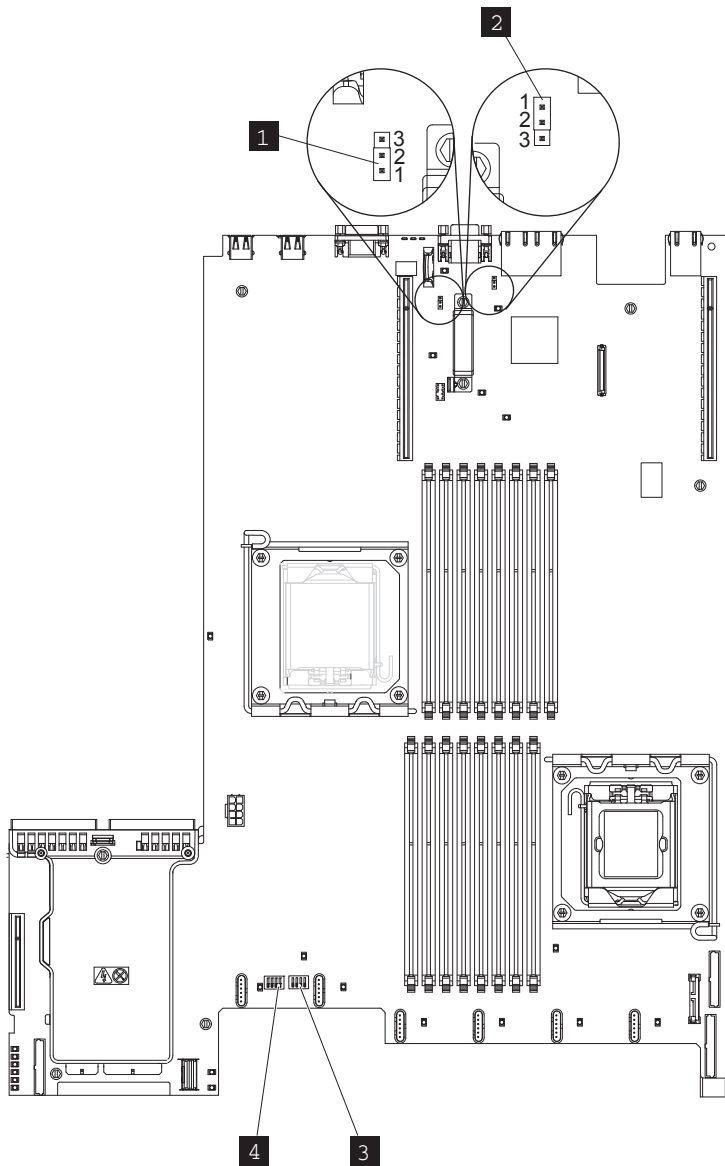

図 290. システム・ボード上でのジャンパーの設定
1. 新しいシステム・ボードをアンパックし、そのジャンパーを 327 ページの図 290 に示すように適切に設定します。